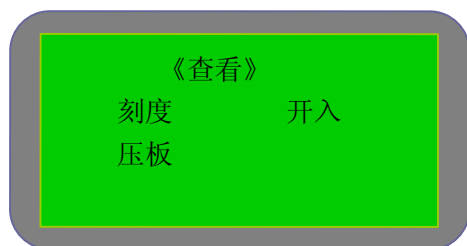
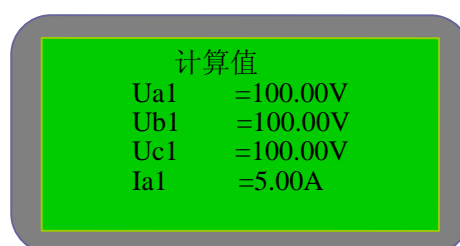
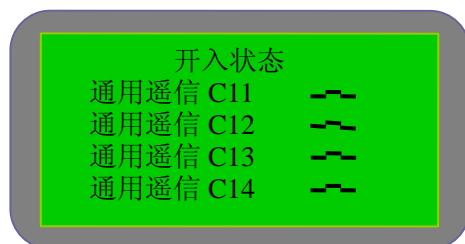

图 5-1-1
图 5-1-2
图 5-1-3
- 查看：包括刻度、开入、压板。可通过按“上移”键或“下移”键循环选择；也可按“退出”键退回到主菜单，如图 5-1-1。选择“刻度”进入图 5-1-2 界面，按“上移”键或“下移”键可查看各测量值，计算值；选择“开入”进入图 5-1-3 界面，查看各开入状态。本装置无软压板。